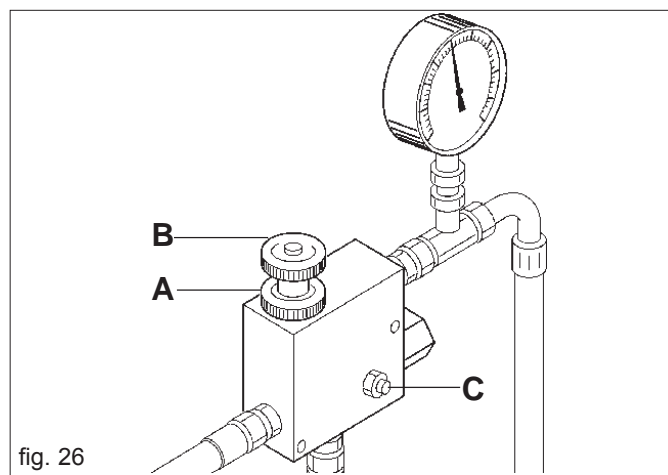

fig. 26
**Está prohibido variar la posición del tornillo sin cabeza (C Fig. 26), puede causar daños al sistema hidráulico con ruptura del motor y de la bomba.**
Se es necesario aumentar incrementar el número de revoluciones de la toma para la distribución de semillas mayor, moviendo con prudencia y atención como sigue (Fig. 26):
- afloje la rosca de bloqueo (A Fig. 26);
- girar en sentido horario o antihorario el pomo (B) para disminuir o aumentar la presión y variando el número de revoluciones de la toma.